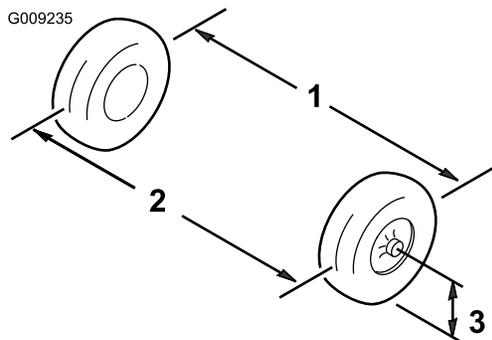

Рисунок 58
2. Измерьте расстояние между обеими передними шинами на уровне моста, с передней и задней стороны передних шин (Рисунок 58).